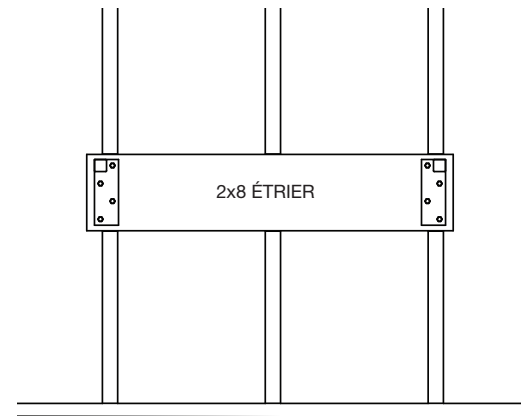

Figure 1.
- Fournissez un étrier horizontal 2x8 adéquat qui a une longueur minimale de 36 po, dentelé et à niveau avec les poteaux exposés sur lesquels le tiroir sera fixé. **Figure 1.**